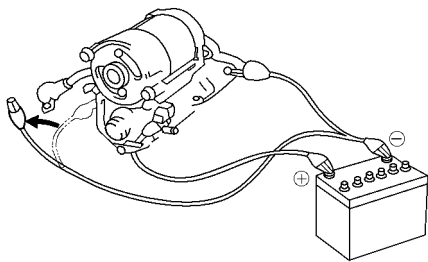

图 6-29 检查离合器小齿轮是否保持伸出状态
(2) 进行保持试验。当按上述进行连接并在离合器小齿轮伸出的状态下、将负极 (-) 导线从端子 c 脱开，检查离合器小齿轮是否保持伸出状态，如图 6-29 所示。